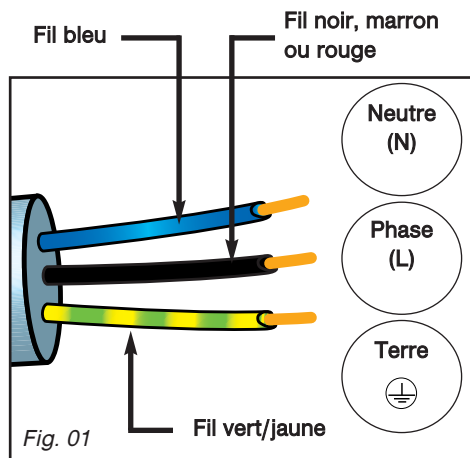

Fig. 01
– Vous pouvez immobiliser, si vous le désirez, la table au moyen de pattes de fixation livrées avec leur vis (*Fig. 01 - Fig. 02*) se fixant aux coins du carter. **Utilisez impérativement les trous prévus à cet effet suivant le dessin ci-dessus (*Fig. 02*).**
Branchez les fils sur l'installation en respectant les couleurs des fils (Fig. 01).